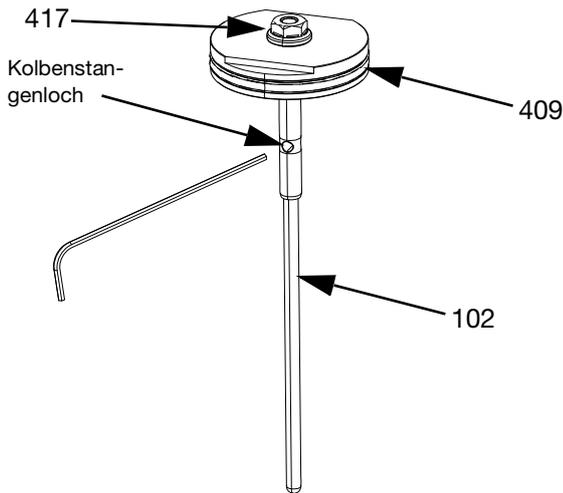

ABB. 20
- b. Die Schlüsselflächen des Kolbens (409) mit der Kolbenstange nach oben weisend in einen Schraubstock einspannen. Die Kolbenstange (410) vom Kolben (409) abschrauben.
- c. Den Kolben (409) und die Kolbenstange (410) auf Beschädigung untersuchen. Bei Bedarf austauschen.
7. Bei Ventilen mit Düsendichtungsdüsenbaugruppen (ABB. 20):
- a. Einen Inbusschlüssel durch die Bohrung in der Düsenbaugruppe (102) stecken und die Mutter (417) mit einem 7-mm-Steckschlüssel oder -Schraubenschlüssel abschrauben.
- b. Die Schlüsselflächen des Kolbens (409) mit der Kolbenstange nach obenweisend in einen Schraubstock einspannen. Die Düsenbaugruppe (102) vom Kolben (409) abschrauben.
- c. Den Kolben (409) und die Düsenbaugruppe (102) auf Beschädigung untersuchen. Bei Bedarf austauschen.